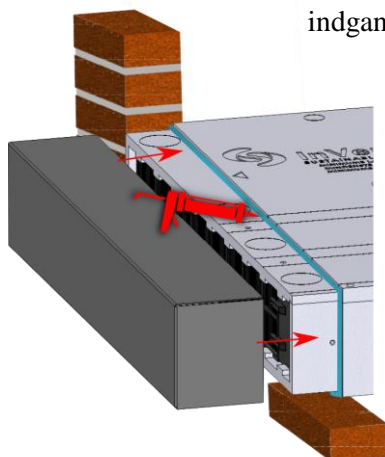

**Figur 1:** Kassetten kan skrues i muren indefra. Sørg for at skruen er undersænket!
4. Hvis muligt kan man fastgøre kassetten med skruer, én i hver side, skruen undersænkes i kassetten. **Se figur 1** herunder.